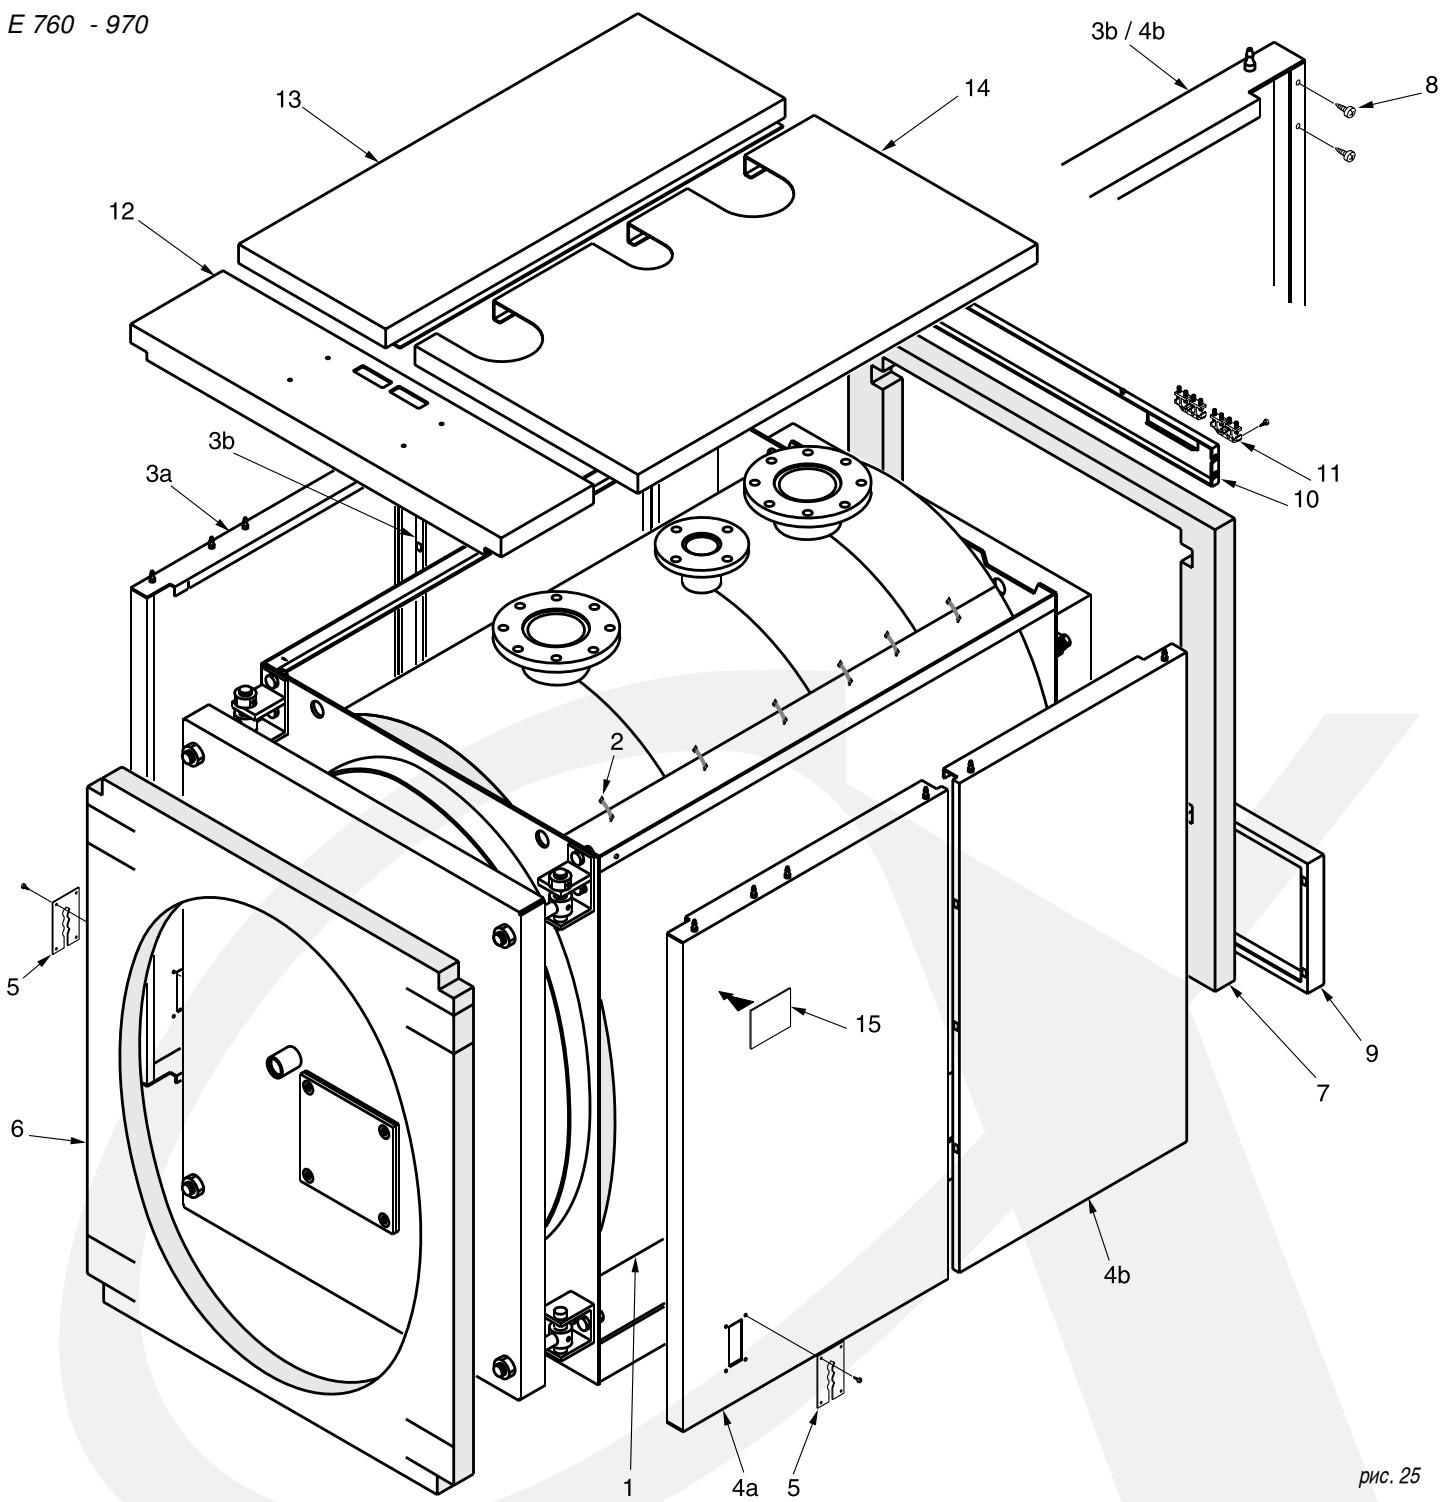

рис. 25
N.B. Для модели **E 630** (см. рис. 23) и для моделей от **E 760 до E 2200** (см. рис. 25 и 26), обшивка и изоляция находятся в трех упаковках маркированных:
Последовательность монтажа (см. рис. 25)